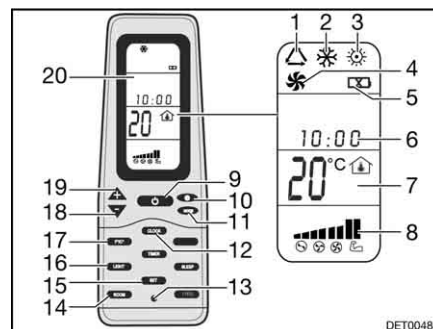

Fig. 145 Télécommande
- Appuyer sur la touche ON/OFF (Fig. 145,9).
- Appuyer sur la touche "Mode" (Fig. 145,11) autant de fois que nécessaire pour que le mode de fonctionnement souhaité (Fig. 145,1, 2, 3 ou 4) s'affiche à l'écran (Fig. 145,20).
- Régler la température désirée à l'aide des touches "+" (Fig. 145,19) et "-" (Fig. 145,18).
- Sélectionner le niveau de ventilation souhaité à l'aide de la touche de vitesse du ventilateur (Fig. 145,10).